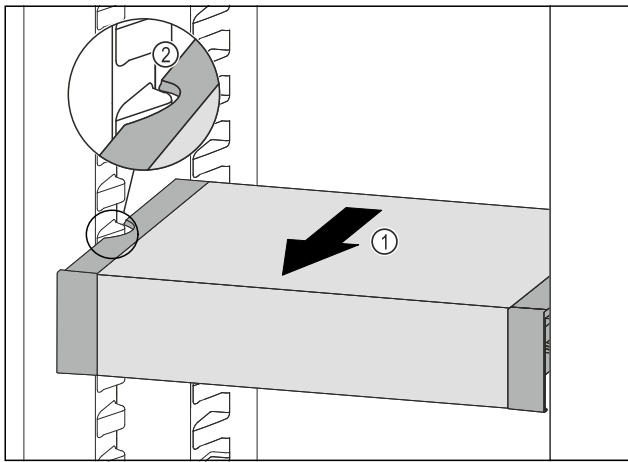

Fig. 116
- ▶ 向前拉动 VarioSafe Fig. 116 (1)，直至 VarioSafe 的侧部凹槽与冷藏区中的容器肋梁持平。 Fig. 116 (2)